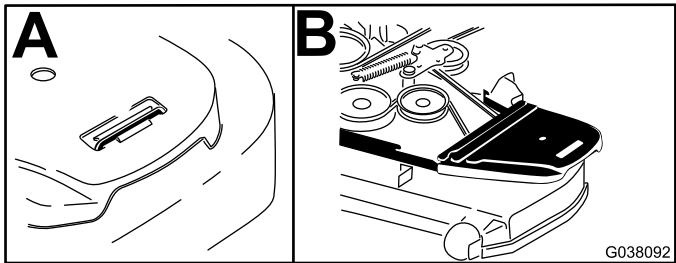

Figure 15
2. Déposez le protège-courroie droit (Figure 15).